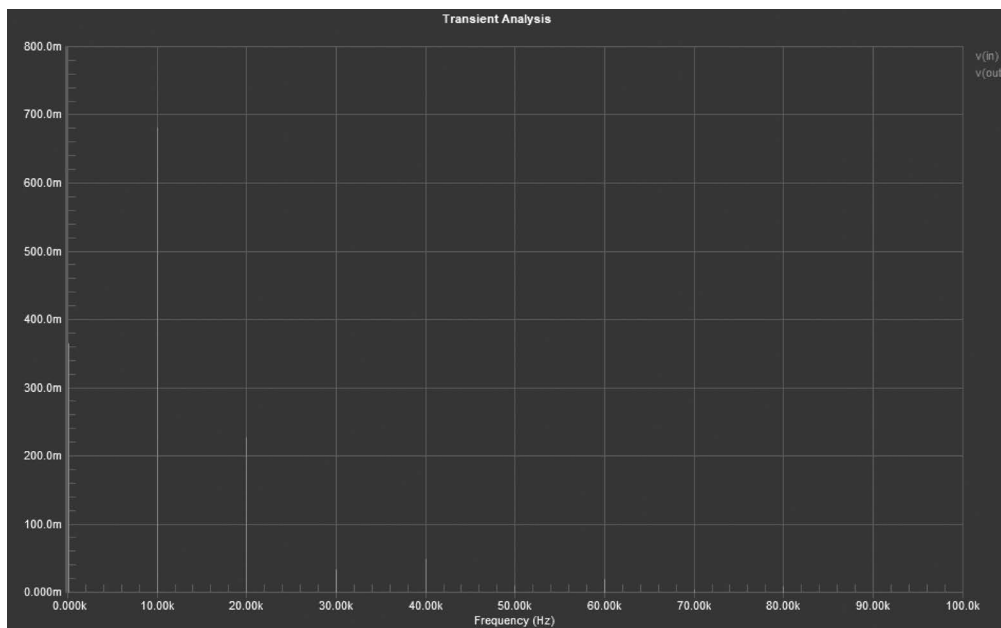

图 3-33 傅里叶分析结果
- (2) 看到如图 3-33 所示的傅里叶分析的结果，很明显发生失真。